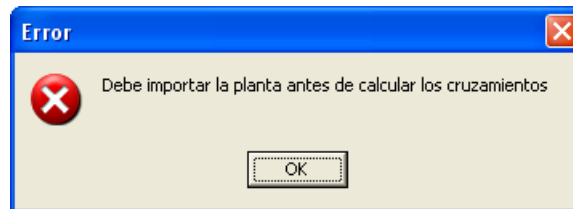

Figura 11.14.
- Figura 11.14: No necesita comentario.